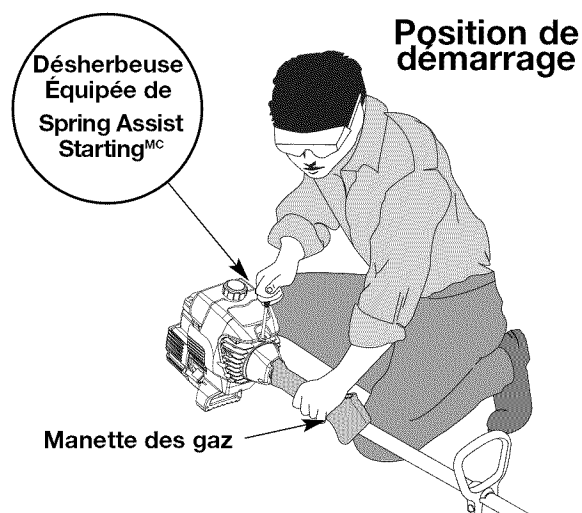

Fig. 11
AVERTISSEMENT: évitez tout démarrage accidentel. Tenez-vous en position de démarrage lorsque vous tirez sur la corde de démarrage (Fig. 11). L'opérateur et l'appareil doivent tous deux être en position stable pour éviter des blessures graves.
4. Accroupissez-vous en position de démarrage (Fig. 11), pressez la poignée des gaz et tirez le cordon de démarrage d'un **mouvement contrôlé et ferme** à 5 reprises.